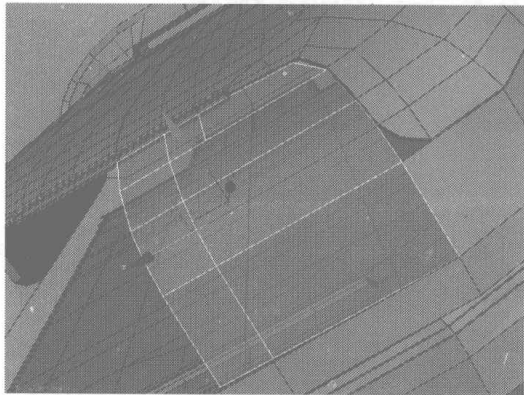
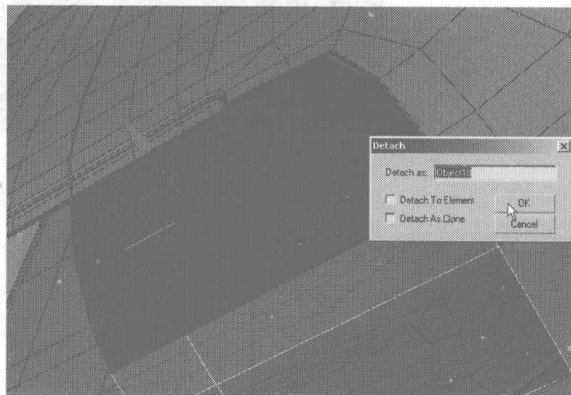

图 4.310
图 4.311
- 01 选择如图 4.310 所示的边线，在 Edit Edges 卷展栏中单击 **Split** 按钮，将其沿此边线分割，再将如图 4.311 所示的面分离出来。